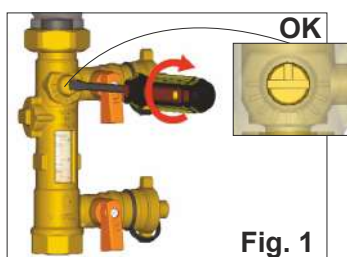

Fig. 1
- Usando un destornillador girar el tornillo indicado en la fig. 1 hasta llegar a la posición correcta;